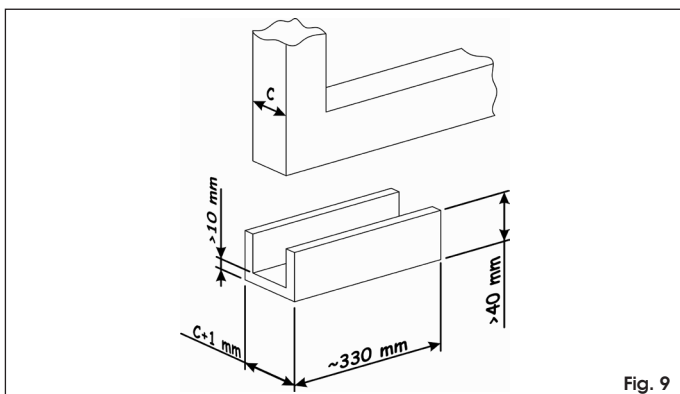

Fig. 9
- reperire un profilato ad U di dimensioni come da Fig. 9;